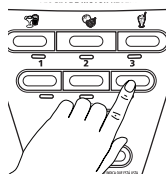

Fig. 22
1. Pressione o botão da velocidade 3 para usar o aparelho na velocidade máxima (Fig. 22).